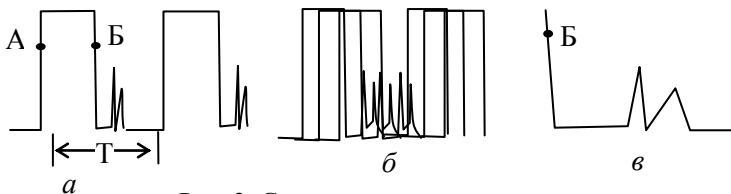

Рис. 3. Синхронизация развертки:
3) Если сигнал *периодический*, то можно отобразить, например, несколько его периодов либо только часть периода. Но если время развертки не кратно периоду сигнала, то при каждом последующем сканировании сигнал будет изображаться на новом месте экрана. При большой частоте развертки сигнал просто "замажет" всю площадь экрана (рис. 3, б). Получить устойчивую картину позволяет **блок синхронизации** осциллографа. Его функциональное назначение заключается в том, чтобы запускать каждый новый период развертки осциллографа точно в тот момент, когда исследуемый сигнал достигает одной и той же величины и фазы периодического сигнала.
Поясним задачи и суть синхронизации. Пусть, например, исследуемое устройство должно генерировать прямоугольные импульсы с периодом T , однако в устройстве возникают какие-то "лишние" импульсы (например, из-за "дребезга" контактов переключающего реле – рис. 3, а).
рис. 3, б, поскольку каждый новый цикл развертки начинается с произвольной фазы сигнала. Для устранения этого эффекта нужно установить уровень синхронизации, например, по переднему – нарастающему – фронту (точка A), выбрав эту точку выше уровня "лишних" импульсов. Тогда развертка при каждом сканировании экрана будет запускаться только в момент, когда напряжение сигнала достигает значения в точке A , что и обеспечит устойчивую картину сигнала.
Обнаружив на сигнале некоторые "лишние" пики (помехи), можно рассмотреть их более подробно, "растянув" по горизонтали (увеличив скорость развертки). В этом случае выгоднее установить синхронизацию по заднему – нисходящему – фронту импульса (точка Б) и увеличить скорость развертки. На рис. 3, в показан "растянутый" импульс помехи.
Примечания. Ручка LEVEL может быть переведена в режим USER SELECT (**Выбор пользователя**): рядом с ней загорается светодиод и ручкой LEVEL можно установить время задержки до реакции осциллографа на следующий импульс синхронизации. Например, чтобы осциллограф не запускался от импульсов помехи (см. рис. 3, а), можно установить время задержки синхронизации, равное периоду (нескольким периодам) прямоугольного сигнала. Для перехода в режим USER SELECT нажмите кнопку панели HORIZ MENU и кнопкой вертикального функционального ряда **Trig Knob** установите значение **Holdoff**. Задайте значение времени задержки.